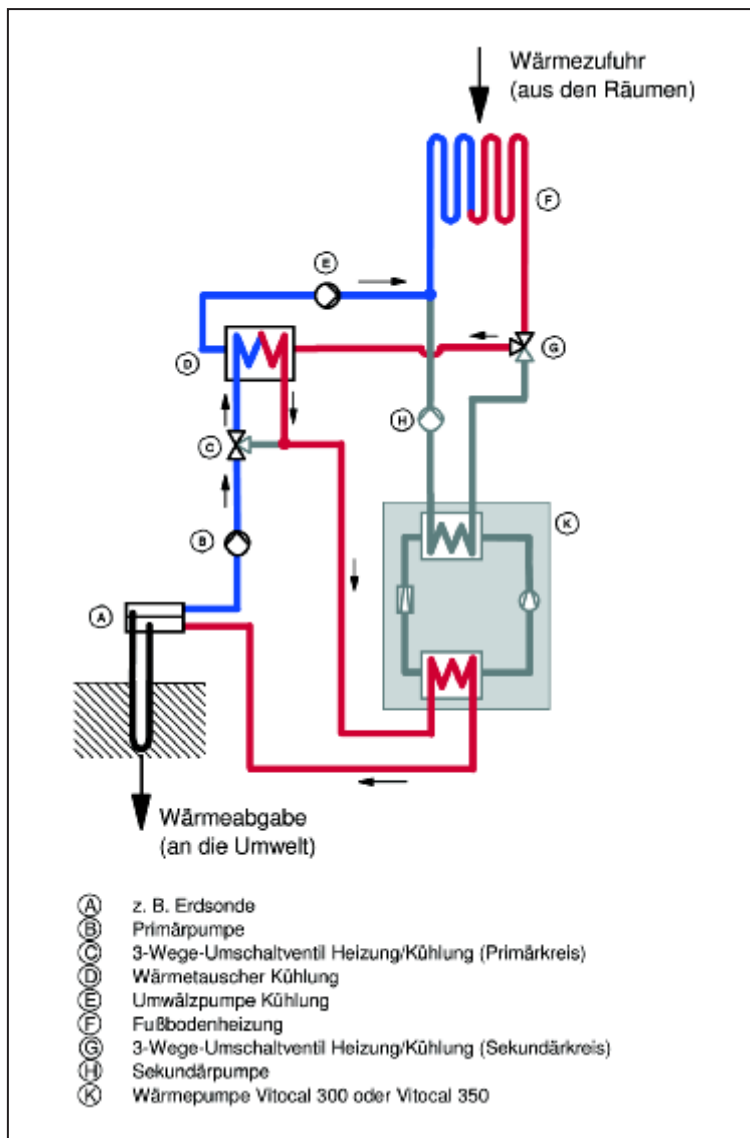

Bild 7: Vereinfachtes Anlagenschema für Natural Cooling mit Fußbodenheizung.
In der „natural cooling“-Funktion schaltet die Regelung lediglich die Primärpumpe (B) ein (der Verdichter der Wärmepumpe bleibt ausgeschaltet), öffnet die 3-Wege-Umschaltventile (C und G) jeweils zum Wärmetauscher (D) und setzt die Sekundärkreis-Umwälzpumpe (E) in Betrieb (Bild 7). So kann das relativ warme Wasser aus der Fußbodenheizung (F) im Wärmetauscher (D) die Wärme an das Wasser des Primärkreises abgeben. Den angeschlossenen Räumen wird so Wärme entzogen.